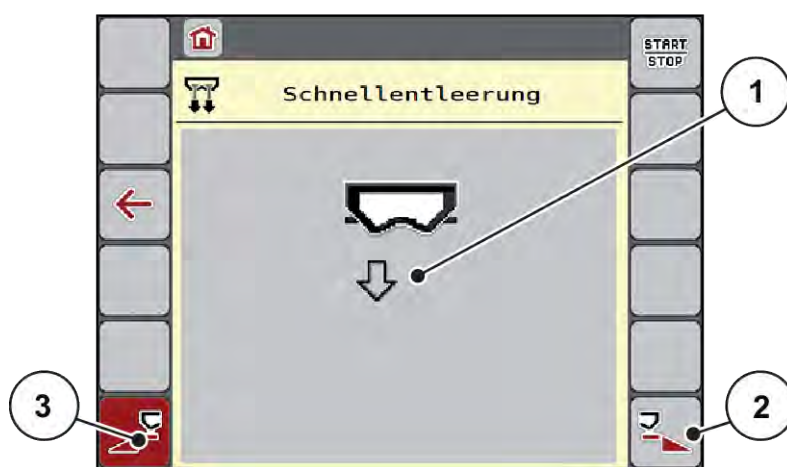

Abb. 22: Menü Schnellentleerung
*Das Display zeigt die gewählte Teilbreite als Symbol (Abb. 22 Position [3]).*